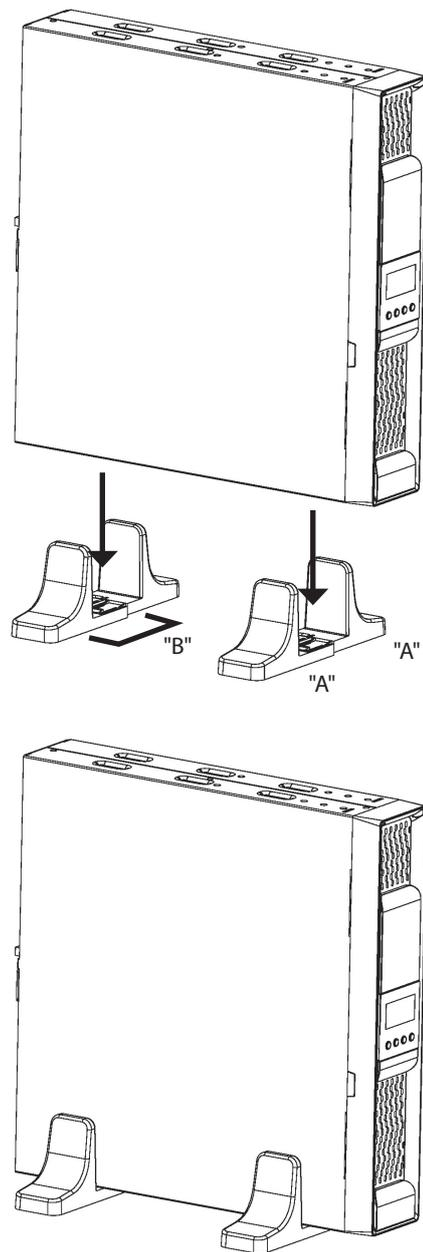

Abb. 6. Tower-Aufstellung.
- USV in die Stützen "B" einsetzen (siehe Abb. 6).